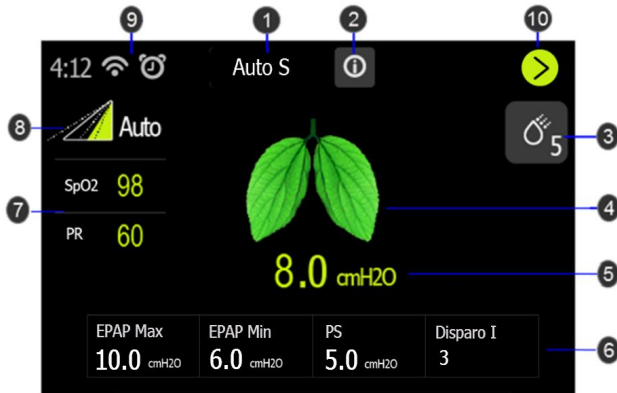

Figura 9-2 Interfase Limpia de Terapia de Paciente
3. Oprima el botón Si/No de terapia en la parte superior del aparato para encender el flujo de aire e iniciar la terapia. La pantalla mostrará al paciente la interfase de terapia en blanco (ver **Figura 9-2**).
Cuando comience la terapia, la pantalla cambiará a la Interfase de Terapia de Paciente, la cual mostrará la monitorización de los parámetros de la terapia durante la terapia (Ver **Figura 9-2**). Los parámetros visualizados dependen del modo de terapia actual. Para más información acerca de la terapia, puede cambiar a una interfase más detallada (Ver Figura3) la cual muestra las formas de onda en tiempo real de presión, volumen corriente, volumen minuto, pérdidas etc. Los parámetros mostrados dependen del modo de terapia actual.